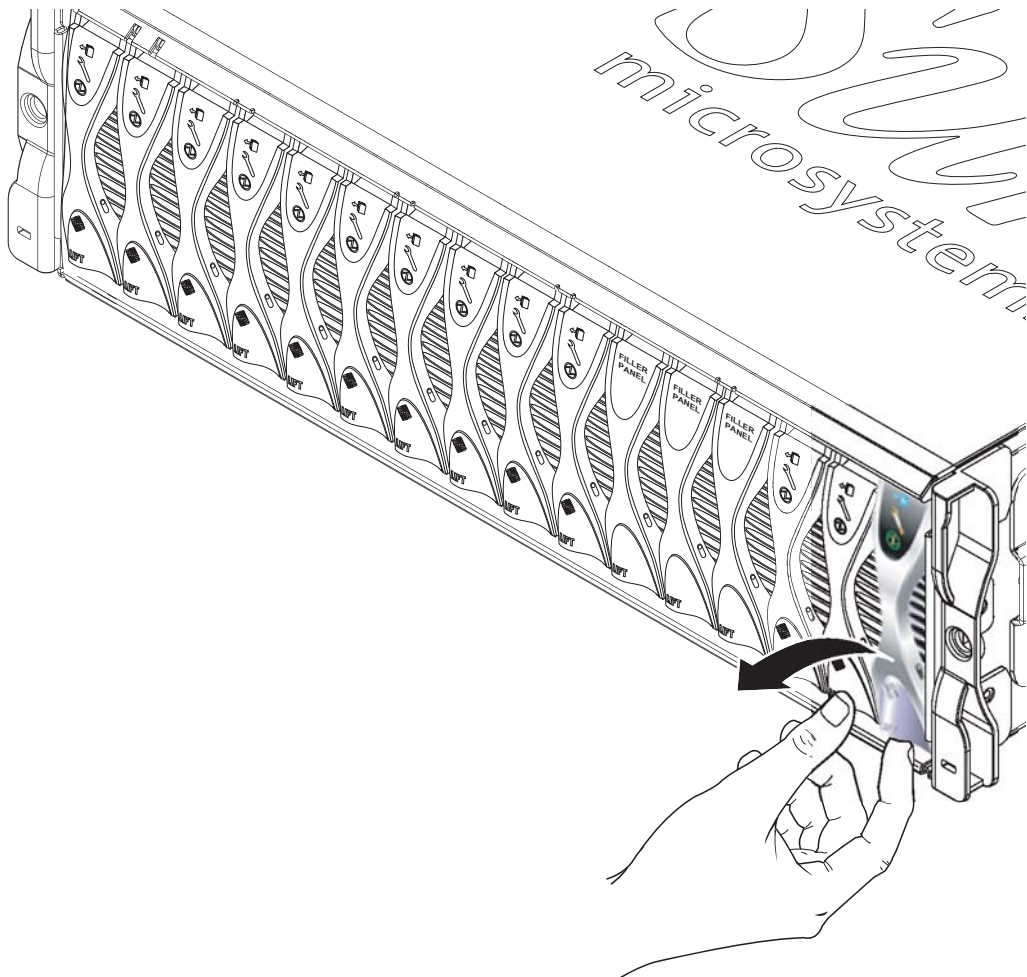

FIGURE 4-1 Débloquage du mécanisme de verrouillage de la lame
1. **Insérez un doigt dans l'encoche située dans le bas de la partie avant du levier de la lame, et tirez doucement pour débloquer le mécanisme de verrouillage (FIGURE 4-1).**